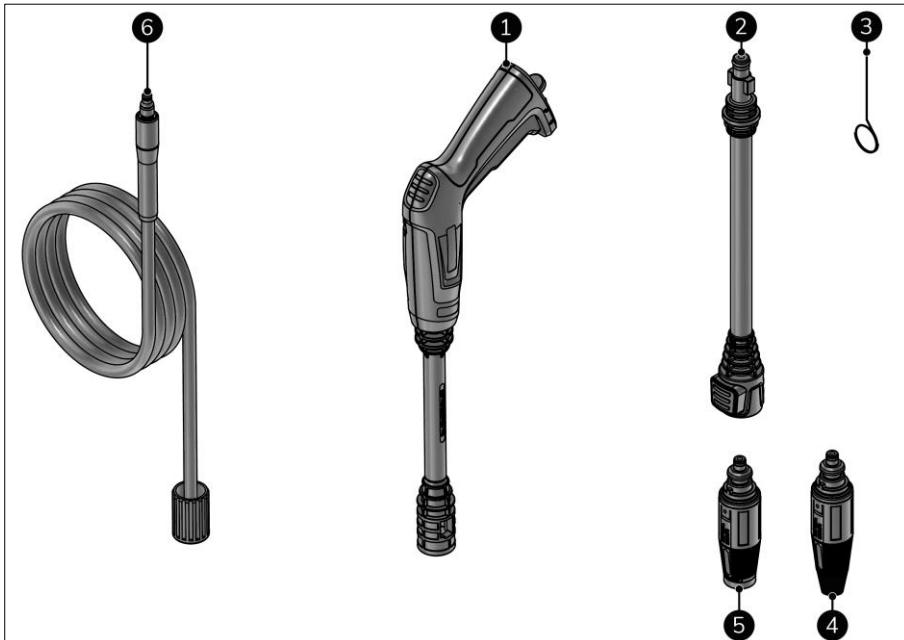

Figure 5
Cet appareil inclut les accessoires suivants (figure 5) :
- Tenez le pistolet à jet (figure 5, pos. 1) à deux mains.